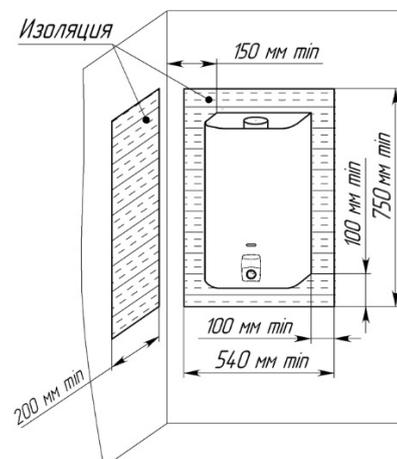

Рисунок 4. Установка аппарата на трудносгораемых стенах
7.1.6. Допускается установка аппарата на трудносгораемых стенах при условии изоляции стены оцинкованным листом толщиной  $0,8\text{...}1\text{ мм}$  по листу базальтового теплоизоляционного картона БТК толщиной  $3\text{...}5\text{ мм}$ . Изоляция стены должна выступать за габариты корпуса аппарата не менее чем на  $100\text{ мм}$  с каждой стороны (рис. 4).